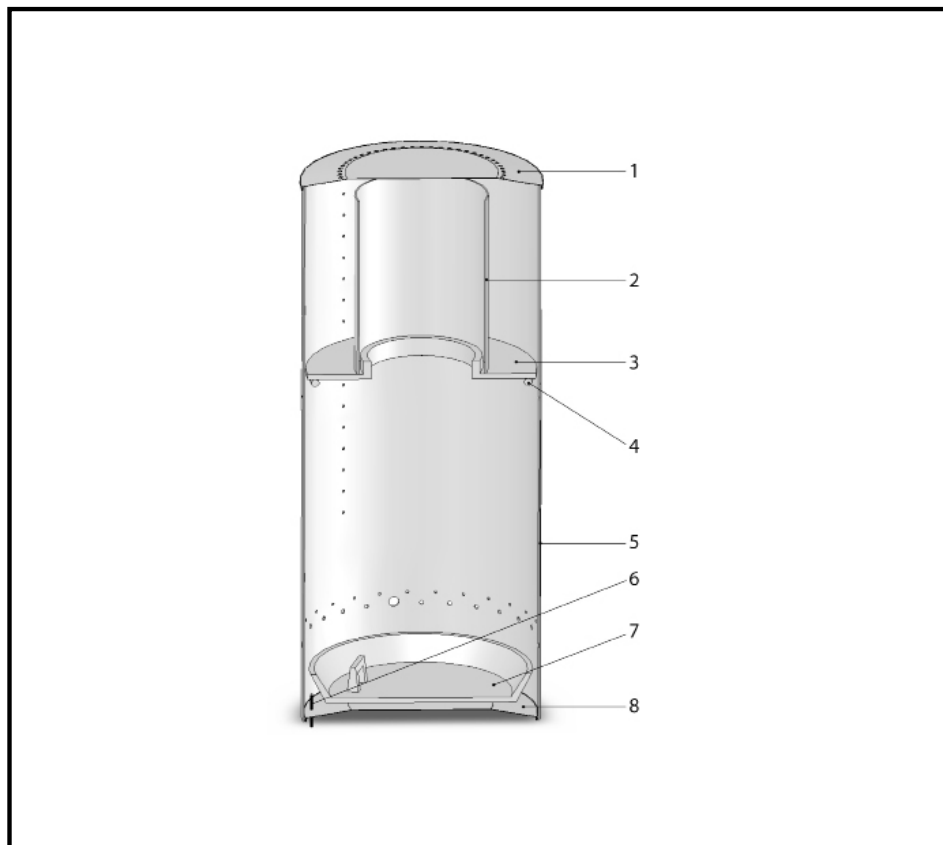

Fig. 5
- ▶ Уверете се, че тавата на горивната камера е поставена в центъра на горивната камера (FIG5/n2).
- ▶ Поставете горния пръстен във вътрешността на горивната камера, с извънната част в средата на пръстена нагоре и монтирайте на него цилиндъра (тръбата за горещ въздух) (FIG5/n2).
- Fig. 5 Горивна камера